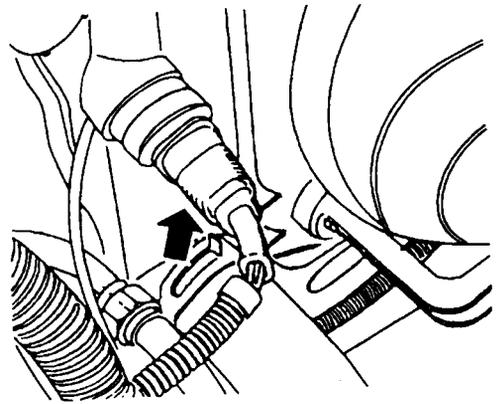

图 1-2 拔下散热器左侧的热敏开关导线插头
- 6) 拔下散热器左侧的热敏开关导线插头,如图 1-2 所示。